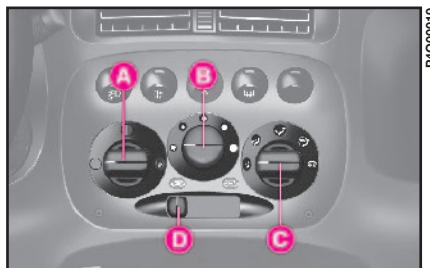

fig. 34
COMMANDES fig. 34
1) Manette de réglage de la température de l'air **A**-fig. 34: index sur le secteur rouge.
2) Manette de réglage de la température d'air **A**-fig. 34: index sur le secteur bleu.